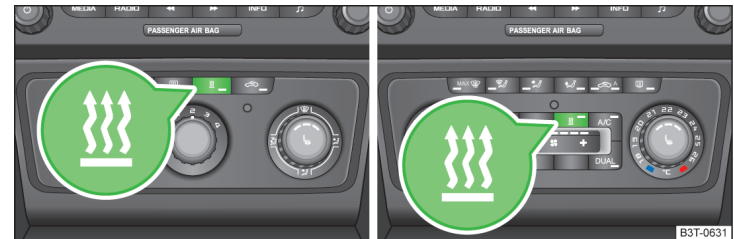

Abb. 126 Taste für direktes Ein-/Ausschalten auf dem Bedienteil der Klimaanlage / Climatronic
- ☰ mit der Taste auf dem Bedienteil der manuellen Klimaanlage / Climatronic. Die Kontrollleuchte in der Taste leuchtet auf » Abb. 126;
- ☰ mit der Taste auf dem Bedienteil der manuellen Klimaanlage / Climatronic. Die Kontrollleuchte in der Taste erlischt » Abb. 126;
Wenn die Anlage läuft, leuchtet in der Symboltaste  » **Abb. 126** eine Kontrollleuchte.